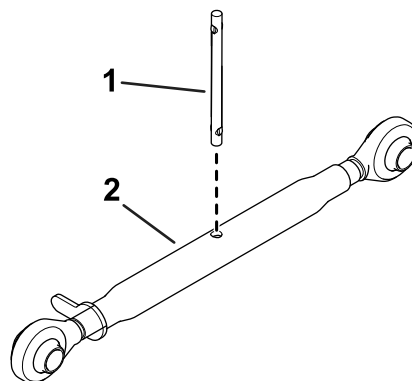

Figura 6
- Instale a barra na articulação superior (Figura 6).